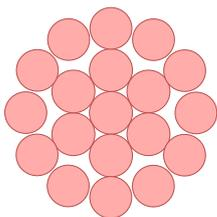
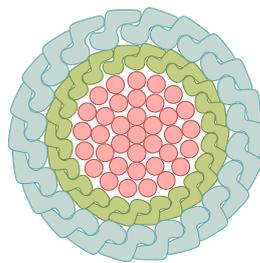

Fig. 3.22 Fune a spirale normale
Fig. 3.23 Fune a spirale chiusa
**Funi spiroidali o trefoli** sono costituite da uno o più strati di filo avvolti a spirale attorno ad un nucleo centrale. Se i fili che le costituiscono sono solo tondi, le funi vengono dette *normali* [fig.3.22], se invece sono composte da fili tondi nello strato interno e sagomati in quello esterno vengono dette *chiuse* [fig. 3.23].